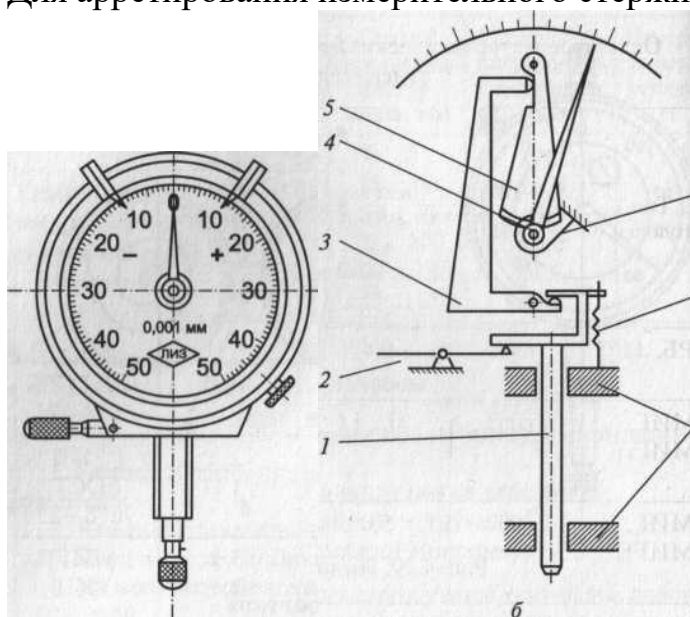

Рис.2 Рычажно-зубчатая измерительная головка
*Рычажно-зубчатые измерительные головки* (рис.2) отличаются от индикаторов часового типа наличием не только зубчатой передачи, но и рычажной системы, позволяющей увеличить передаточное число измерительного механизма и тем самым повысить точность измерений. При перемещении измерительного стержня в двух направляющих втулках 8 поворачивается рычаг 3, который воздействует на рычаг 5, имеющий на большем плече зубчатый сектор, входящий в зацепление с зубчатым колесом (трибом) 4. На оси триба установлена стрелка с втулкой, связанная со спиральной пружиной 6, устраняющей зазор. Измерительное усилие создается пружиной 7. Для арретирования измерительного стержня служит рычажок 2.